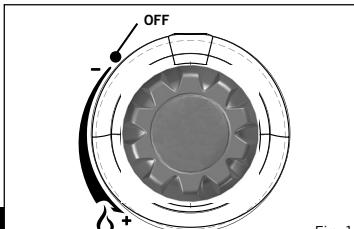

Fig. 1
- Innan du ansluter gastillförseln, kolla att apparatventilen är i stängt läge genom att vrida reglervredet helt och hållet medurs (Se Fig. 1).
- När du ska montera gasbehållaren, kolla först att apparatventilen är i stängt läge genom att vrida reglervredet medurs till stoppläge (Se Fig. 1). Se till att du håller gasbehållaren upprätt medan du skruvar fast den mot ventilen medurs tills den är helt ingångad, men skruva endast för hand. Om behållaren skruvas på för hårt, kan dess ventil ta skada.
- Om du vill tända apparaten för hand, håll en låga intill brännaren med hjälp av en grilltändare och vrid apparatens reglervrede långsamt moturs tills brännaren tänds (Fig. 1).